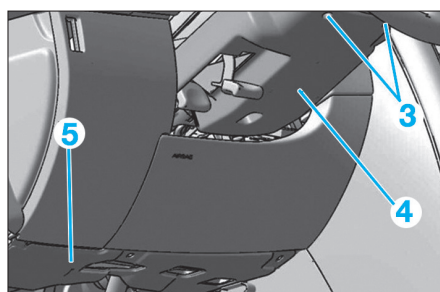

Fig. 11
- Déposer les vis (3) (Fig.11), puis extraire le cache sous volant (4).